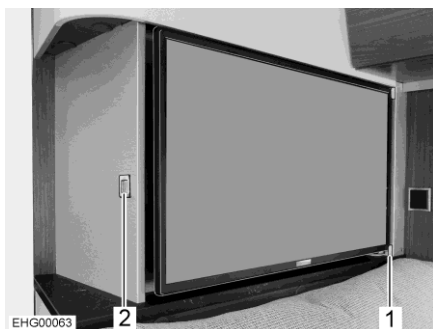

Fig. 59 Schermo piatto
Lo schermo piatto è bloccato lateralmente con una guida (Fig. 59,1).
- Premere il tasto di sblocco (Fig. 59,2).
- Portare lo schermo piatto nella posizione desiderata rimuovendolo dalla guida (Fig. 59,1).
- Spingere indietro lo schermo piatto, finché non si innesta lateralmente nella guida (Fig. 59,1).